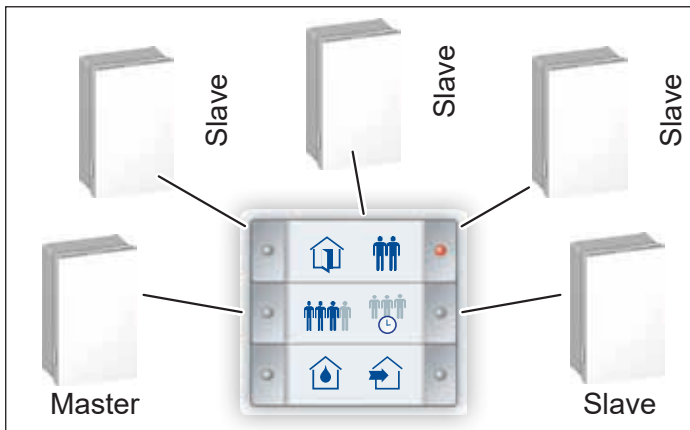

Abb. 33: Lüftungsgeräte sternförmig anschließen
- Die Steuerkabel sollten nach Möglichkeit sternförmig (siehe Abb. 33) von den Lüftungsgeräten zum Tastsensor InControl verlegt und angeschlossen werden.